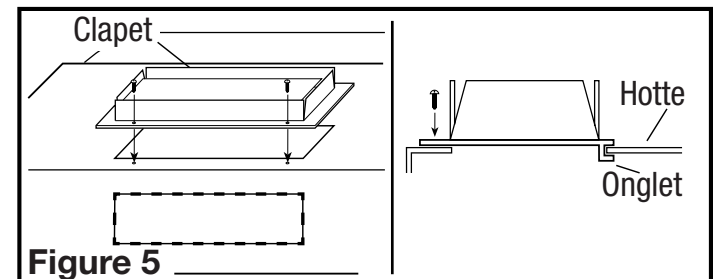

Figure 5
- Déterminer où le service électrique entrera dans la hotte et enlever les alvéoles défonçables électriques appropriées en insérant un tournevis dans la fente et en en le repliant vers l'avant et l'arrière jusqu'à ce que les alvéoles deviennent lâches (**Figure 5**).
- Pour un conduit vertical ou horizontal de 8,25 x 25,4 cm (3-1/4 po x 10 po), installer l'assemblage de clapet à la hotte en glissant la section à onglets du clapet sous le corps de la hotte et en vissant les deux vis fournies. À l'aide de ruban adhésif approuvé, appliquez autour du col pour sceller les fuites d'air (**Figure 5**).